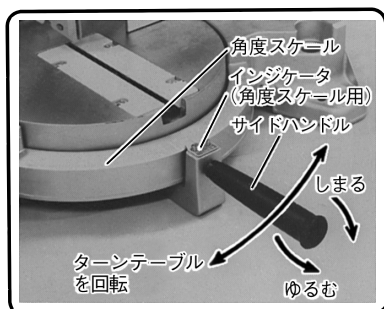

図 22
- (1) ターンテーブルを回転させると左右57°までの角度切断ができます。サイドハンドルをゆるめ、ターンテーブルをまわし、インジケータ(角度スケール用)を角度スケールの度数目盛に合わせます。(図22)